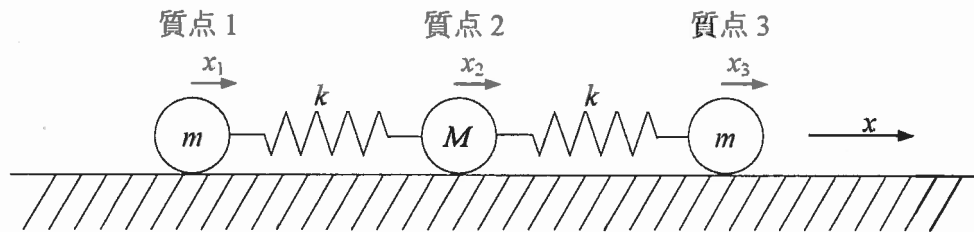

図 1
- (1) 質点 1(質量 m), 質点 2(質量 M), 質点 3(質量 m)が, 摩擦を無視できる水平な床に置かれている. 図 1 に示すように, これらは, ばね定数が k で, 質量の無視できるばねによって, x 軸上で直線状につながれている. 以下の問いに答えよ. ただし, 各質点は x 軸方向のみに運動し, 各質点の平衡位置からの変位をそれぞれ x_1, x_2, x_3 とする.